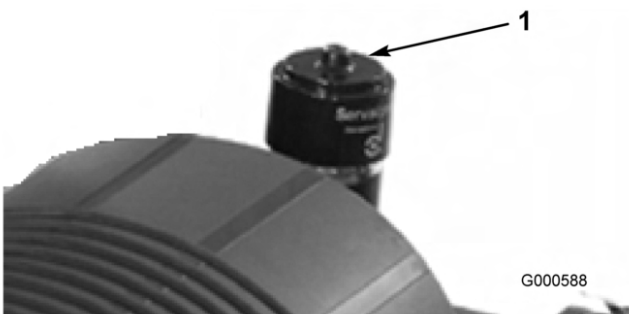

Figura 30
Effettuate la manutenzione del filtro dell'aria quando la spia (Figura 30) lo richiede. Sostituendo il filtro dell'aria prima del necessario aumenta il rischio che la morchia entri nel motore quando si toglie il filtro.
6. Se la spia (Figura 30) è rossa, resettatela.